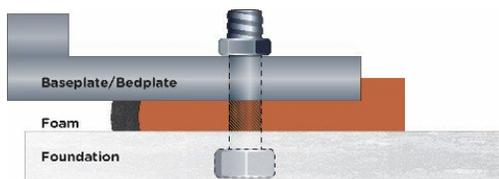

Figura 6: Reparación finalizada
- e) Retire la pieza delantera de metal/madera de la contención golpeándola suavemente con un martillo o maza. El aspecto de la reparación debe lucir como el de la Figura 6.